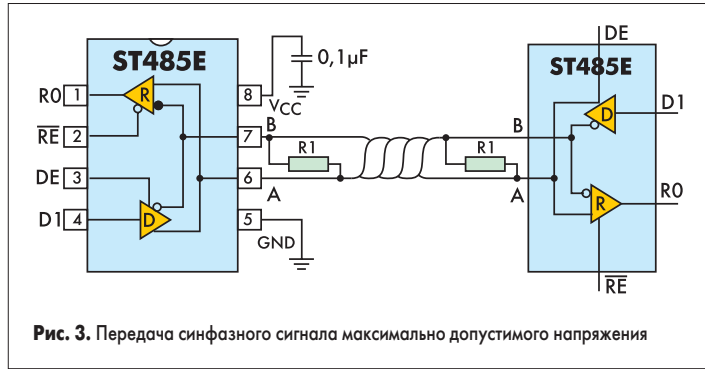

Рис. 3. Передача синфазного сигнала максимально допустимого напряжения
На рис. 3 показана внутренняя структура ST485. Линейные выводы передатчика и приемника объединены, то есть двунаправленная связь фактически может быть только полудуплексной. Управление через выводы RE и DE осуществляется для доступа к приемнику или передатчику соответственно и во мно-
- При передаче данных по витой паре нахождение сигнала в линии влияет много факторов, например, импульсные помехи и наведенные токи. При дифференциальной передаче те же самые факторы создают помехи на входах А и В (рис. 3), так что различий здесь нет, но все синфазные составляющие помех на входе приемника при этом взаимно компенсируются.